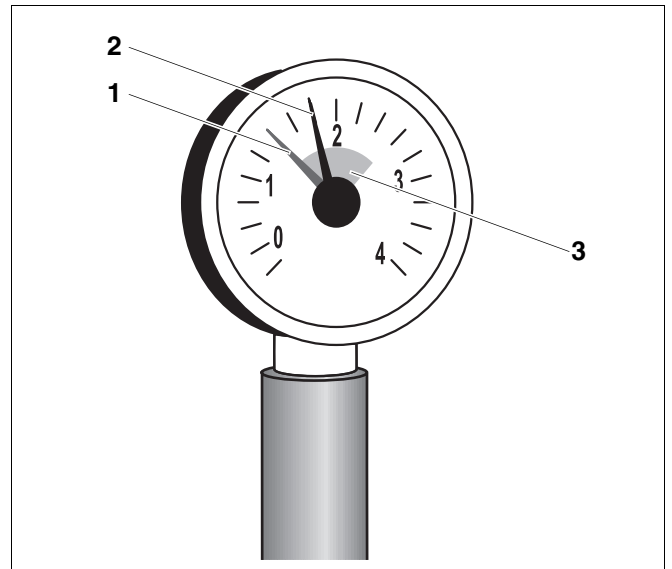

Fig. 6 Manometrul pentru instalațiile închise
La instalațiile închise, indicatorul manometrului (Fig. 6, **Poz. 2**) trebuie să fie în interiorul (Fig. 6, **Poz. 3**) marcajului verde.
Indicatorul roșu (Fig. 6, **Poz. 1**) al manometrului trebuie să indice presiunea necesară instalației. Specialistul reglează presiunea necesară instalației.
- Trebuie să se verifice dacă indicatorul manometrului (Fig. 6, **Poz. 2**) se află (Fig. 6, **Poz. 3**) în interiorul marcajului verde.
Când indicatorul manometrului (Fig. 6, **Poz. 2**) nu depășește (Fig. 6, **Poz. 3**) marcajul verde, atunci presiunea apei este prea scăzută. Apa pierdută trebuie completată cu apă de adaos.
- Instalația se alimentează prin robinetul de umplere și golire a cazanului până când indicatorul manometrului (Fig. 6, **Poz. 2**) se află în interiorul marcajului verde.